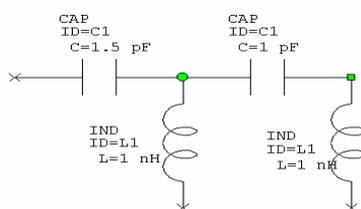

Рис. 3.7. Соединение компонентов
**Копирование и вставка элементов схемы.** Далее выделите два элемента, CAP и IND, обведя вокруг них пунктирный прямоугольник, при нажатой и удерживаемой левой кнопке мыши. В меню **Edit** выберите команду **Copy**. Затем в меню **Edit** выберите команду **Paste** (вставка), чтобы получить второе изображение. Установите элементы, как показано на рис. 3.7. (Можно также нажать клавиши **Ctrl+C** для копирования и **Ctrl+V** для вставки).
**Соединения элементов.** Теперь используйте средство трассировки, чтобы соединить выводы индуктивностей. Подведите курсор мыши на зеленый квадрат, означающий узел одной из индуктивностей. Когда курсор превратится в спиральку, произведено соединение с этим выводом. Щелкните левой клавишей мыши и протащите пунктирную линию к другому выводу. Затем следует щелкнуть курсором – знаки «X» превратятся в зеленые круги, и появится проводник, соединяющий эти выводы, как показано на рис. 3.7.